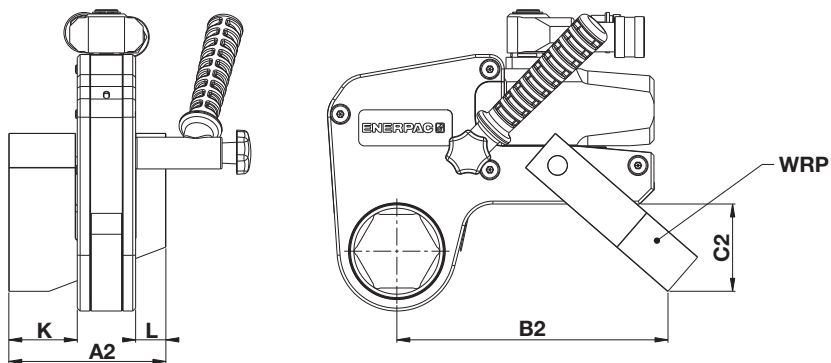

Fig. 22
6.1.2 Dimensiones, pala de reacción serie WRP (Fig. 22)